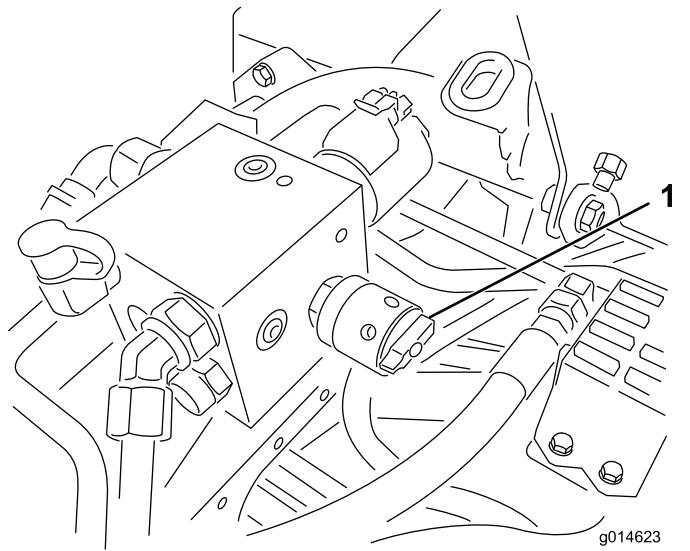

Figura 60
6. Girate il comando di velocità dei cilindri in posizione 1 (**Figura 60**).
4. Regolate la velocità dei cilindri ruotando la manopola (Figura 60) fino a quando le frecce degli indicatori non sono allineate con il numero determinato al passaggio 3.